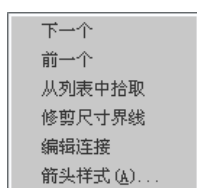

图 5.2.115 快捷菜单
第三种情况：在尺寸线的箭头上右击，弹出图 5.2.115 所示的快捷菜单，其中 **箭头样式(A)...** 的功能是修改尺寸箭头的样式，箭头的样式可以是箭头、实心点、斜杠等，如图 5.2.116 所示，可以将尺寸箭头改成实心点，其操作方法如下：
Step1. 在图 5.2.115 所示的快捷菜单中选择 **箭头样式(A)...** 命令。